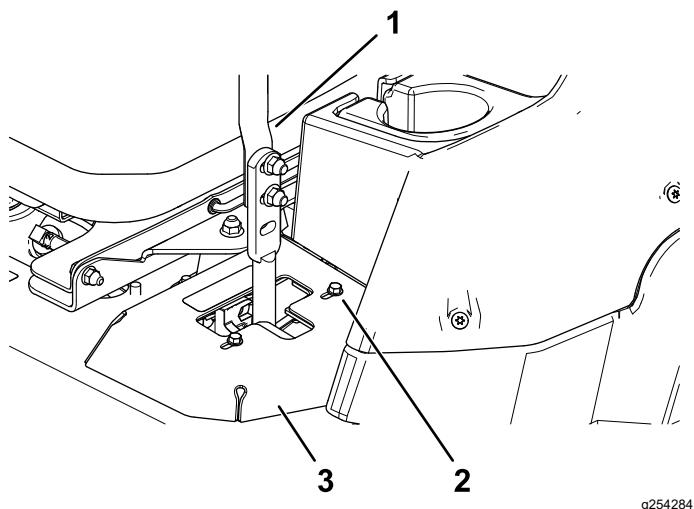

Figure 49
- Si la machine se déporte à droite, desserrez les boulons et reculez la plaque de butée gauche dans la fente en T gauche, jusqu'à ce qu'elle se déplace en ligne droite (Figure 49).
- Si elle se déporte à gauche, desserrez les boulons et reculez la plaque de butée droite dans la fente en T droite, jusqu'à ce qu'elle se déplace en ligne droite (Figure 49).
8. Serrez les boulons de la plaque de butée (Figure 49).